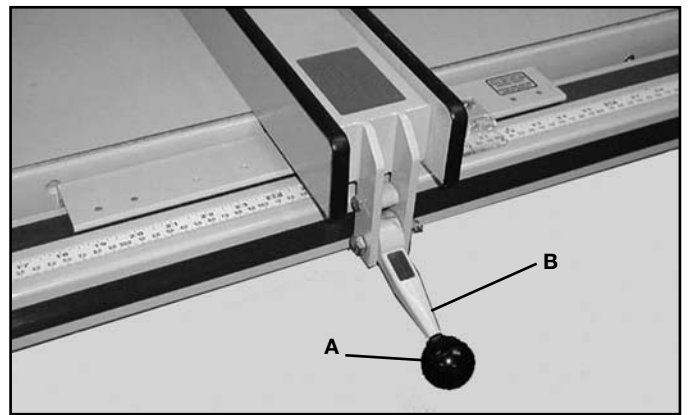

FIG. 23
1. Anexe la perilla (A) Fig. 23 al mango de bloqueo (B). La perilla se enrosca al mango de bloqueo.